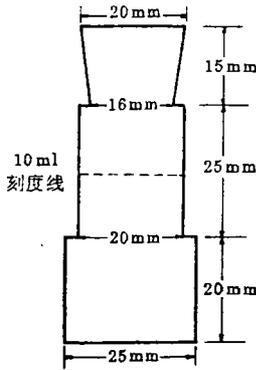

图1 用于吸收 CO₂ 的特制吸收容量瓶的规格
(1)培养瓶: 配有内外盖的密封性良好的 800ml 棕色瓶; (2)吸收容量瓶: 特制的 19 号磨口 10ml 容量瓶(图 1); (3)闪烁瓶; (4)自动滴定仪或 10ml 半自动滴定管; (5)液体闪烁仪: Beckman LS-9800 型。